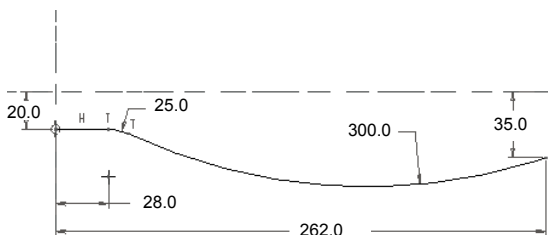

图 6.7.3 截面草图
(3) 创建草绘图。接受默认草绘参照，然后绘制图 6.7.3 所示的截面草图，完成后单击按钮 。